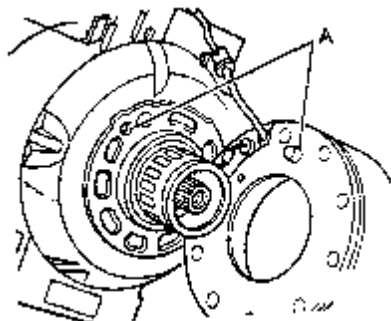

图 13-41 安装电磁线圈
- ⑤装上电磁线圈。如图 13-41 所示，将电磁线圈套到压缩机上。将定位销插到孔 A 中。
- ⑥检查间隙尺寸 用塞规进行检查，在整个圆周上，间隙尺寸必须处在给定的公差范围内（0.3~0.6mm）。如果间隙尺寸超出公差范围，卸下从动盘，用增减间隔片来调整间隙尺寸。